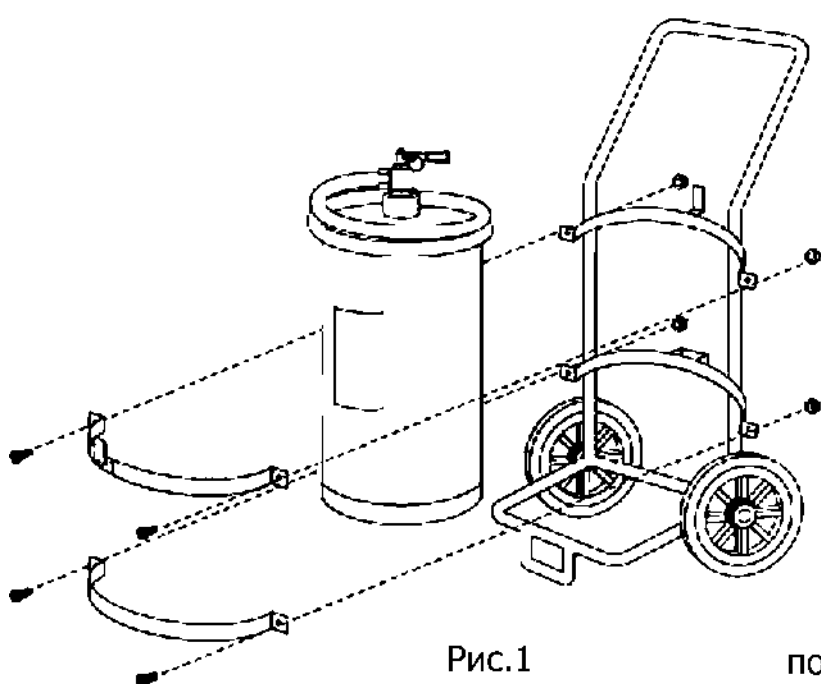

Рис.1
- 4.2 Огнетушитель снимается с тележки (например для ее ремонта) путем отворачивания болтов и гаек, крепящих хомуты (см. рис. 1)